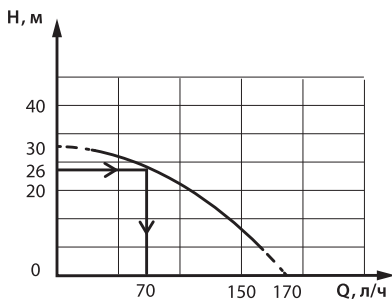

Рис. 3
4. На графике зависимости напора от производительности мотопомпы (рис. 3) находим величину расхода, она составляет примерно 70 л/мин.